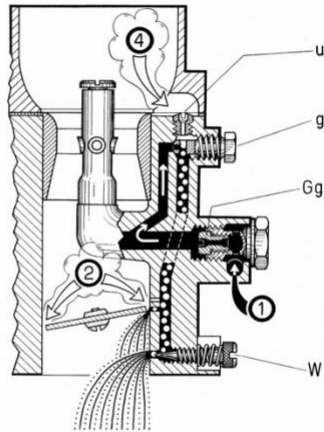
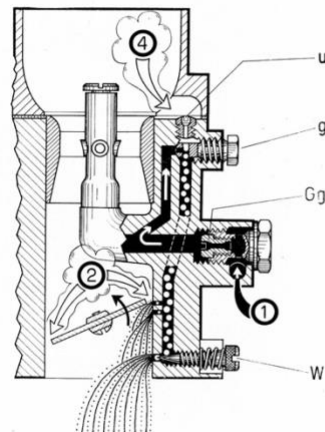

Abb. 8 Wirkungsweise beim Leerlauf
Abb. 9 Wirkungsweise beim Übergang
## 2. Leerlauf (Abb. 8 und 9)
Der Kraftstoff für den Leerlauf, der aus dem Hauptdüsenystem entnommen wird (1), wird durch die **Leerlaufdüse** (g) dosiert und mit der durch die **Leerlaufdüse** (u) einströmenden Luft (4) zu einem Bläschengemisch vermengt. Diese Leerlaufemulsion wird durch einen Kanal abwärts zu drei kleinen Bohrungen unterhalb und an der Drosselklappe geleitet. Die unterste, nahe am Vergaserflansch liegende Bohrung kann in ihrer Durchlaßweite durch die **Leerlaufgemisch-Regulierschraube** (W) verändert werden. Aus ihr wird bei geschlossener Drosselklappe Leerlaufemulsion in den Saugkanal abgesaugt. Die beiden oberen Bohrungen bezeichnet man als „By-pass-Bohrungen“. Ihre Wirkung ist unterschiedlich. Aus der einen, genau im Drosselklappenspalt liegenden Bohrung wird gleichfalls Leerlaufemulsion abgesaugt (Abb. 8), da diese Bohrung im Bereich einer sehr starken Unterdruckwirkung liegt. Die andere By-pass-Bohrung, die ein wenig über der Drosselklappe in Schließstellung liegt, kommt erst zur Wirkung, wenn die Drosselklappe etwas geöffnet wird (Abb. 9). Beide Bohrungen dienen der Verbesserung des Übergangs vom Leerlauf auf das Hauptdüsenystem. Mit der durch den Drossel-